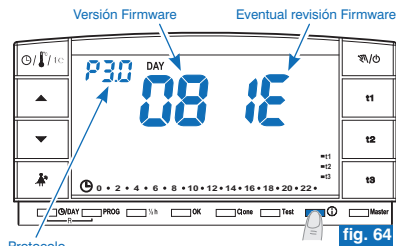

fig. 64
• Pulsar una vez la tecla  : en pantalla aparecerá la versión de protocolo radio, la versión del firmware instalado y la revisión (ejemplo fig. 64).